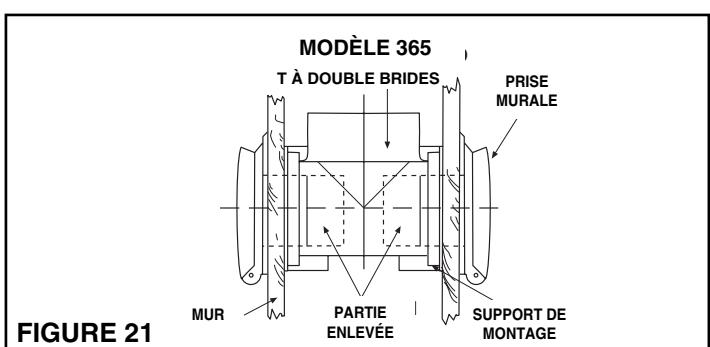

FIGURE 21
**NOTA:** Lorsque les prises murales sont installées dans les murs d'une épaisseur inférieure à 1,27 cm ou lorsque les prises sont installées dos-à-dos dans un mur, le tube de la prise pourrait se mettre en contact avec le coude du raccord à bride et causer des blocages. Raccourcissez le tube de la prise murale pour éviter ceci. Voyez la figure 21.